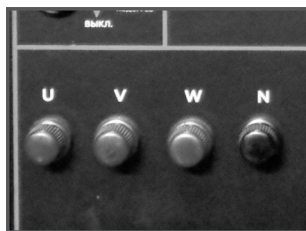

Рис.13 Клеммы DG10000E-3
1. Между клеммами U/N, V/N, W/N (Рис. 13) — напряжение 230 В.